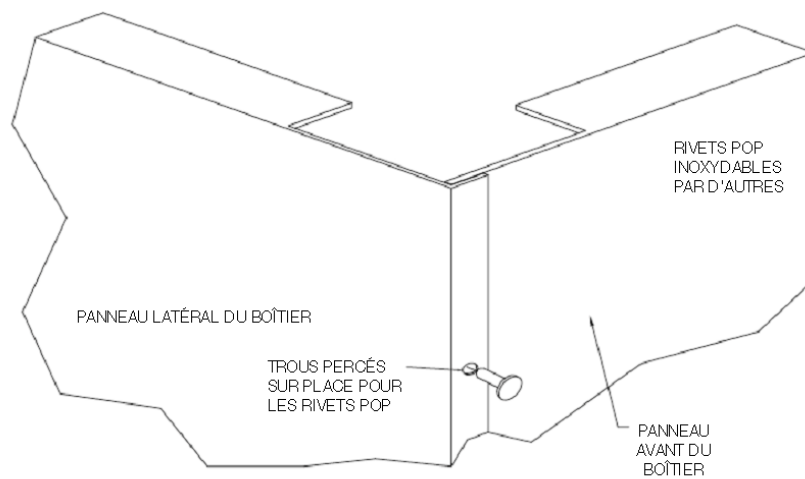

Figure 14D
4. Localisez le panneau avant du boîtier. Placez sa bride inférieure de 1,27 cm (1/2") sous le profilé avant de la hotte et faites glisser le panneau en position, afin que l'extrémité du panneau avant se trouve derrière le pli à 90° du panneau latéral. **Voir la figure 14D : Assemblage du coin avant.** Une fois en place, installez la bride inférieure du panneau avant en l'insérant dans le profilé avant de manière à ce que la face du boîtier soit à plat sur l'avant de la hotte. Fixez la partie inférieure du panneau avant sur le profilé avant à l'aide de vis ou de rivet pop.
5. Percez les trous appropriés et rivetez l'avant au panneau latéral du boîtier. **Voir la Figure 14D : Assemblage du coin avant.**